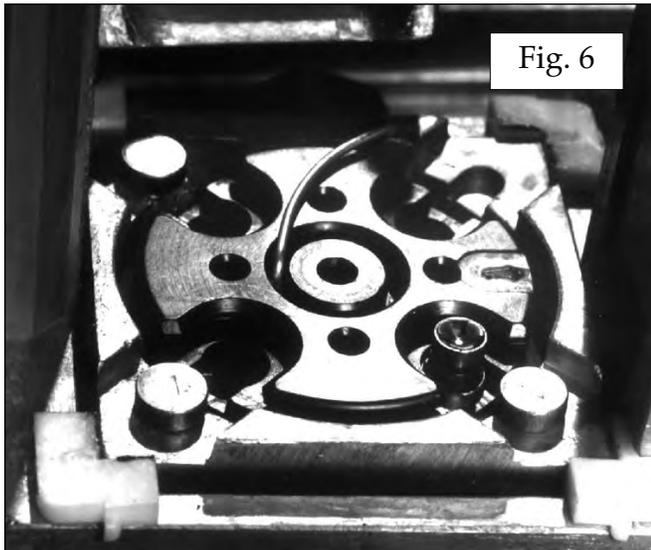

Fig. 6
Fig. 6 – Debe colocar los pins localizadores (locator buttons) (3) en las estaciones 2, 3 y 4 para evitar que las vainas/casquillos se caigan del amarravainas (shellplate). Podrá extraer los pins localizadores (locator buttons) solamente cuando quiera colocar o extraer la vaina del amarravainas (shellplate).